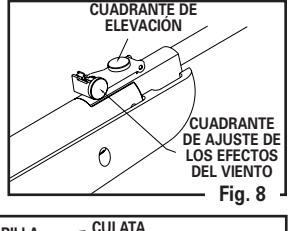

Fig. 8
- La elevación se ajusta con el cuadrante de elevación situado en la base del alza. Gire el cuadrante en sentido contrahorario para hacer que el perdigón pegue más arriba en el blanco y gírela en sentido horario para hacer que pegue más abajo. (Fig. 8)
- El efecto del viento se ajusta girando el cuadrante situado en el lado derecho de la mira. Gire el cuadrante en sentido contrario a la izquierda en el blanco y gírela en sentido horario para hacer que pegue a la derecha. (Fig. 8)